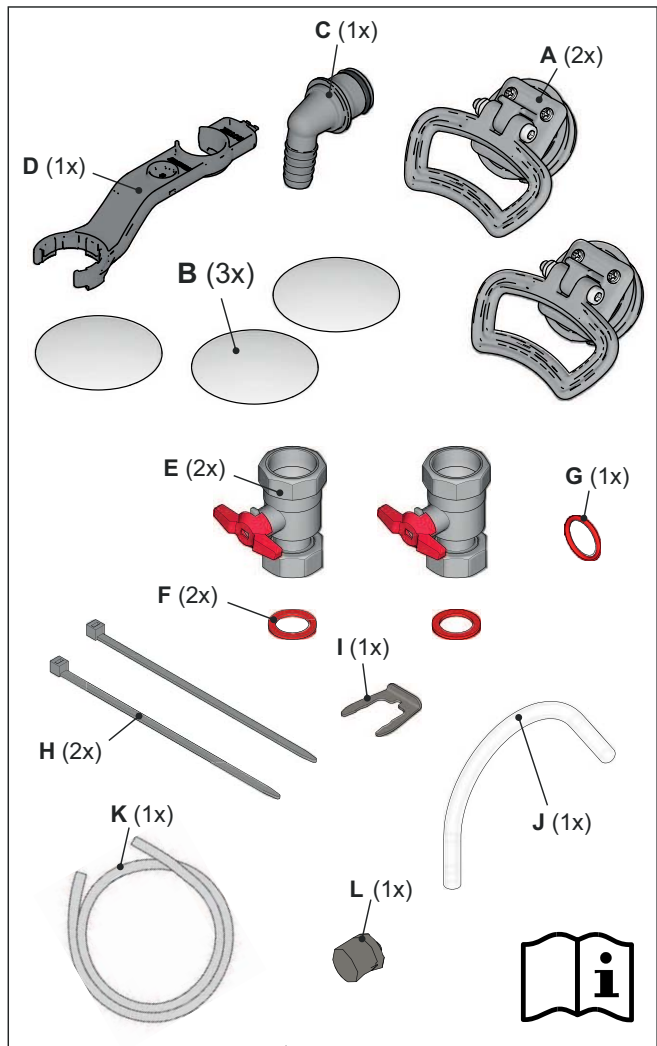

Bild 4-5 Inhalt Zubehörbeutel
- Zubehörbeutel (siehe Bild 4-5),